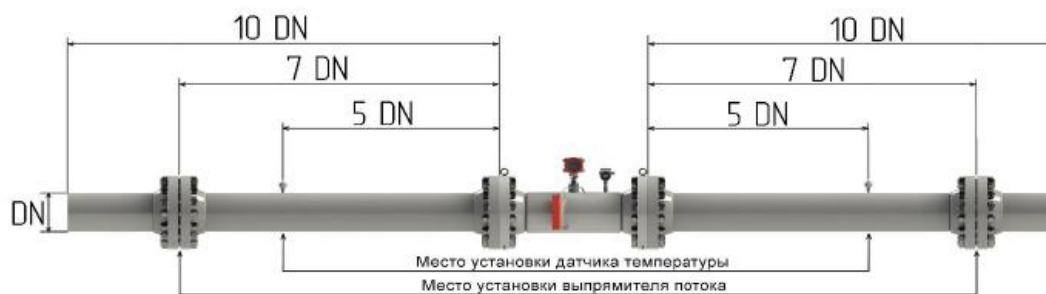

Рисунок 61 – Требования к монтажному месту прибора
4.14.2.1.1 Убедитесь, что монтажное место соответствует требованиям эксплуатации: наличие прямолинейного участка трубопровода до и после установки прибора (рекомендуется не менее 10D до и 10D после, где D — внутренний диаметр трубы) рисунок 61.